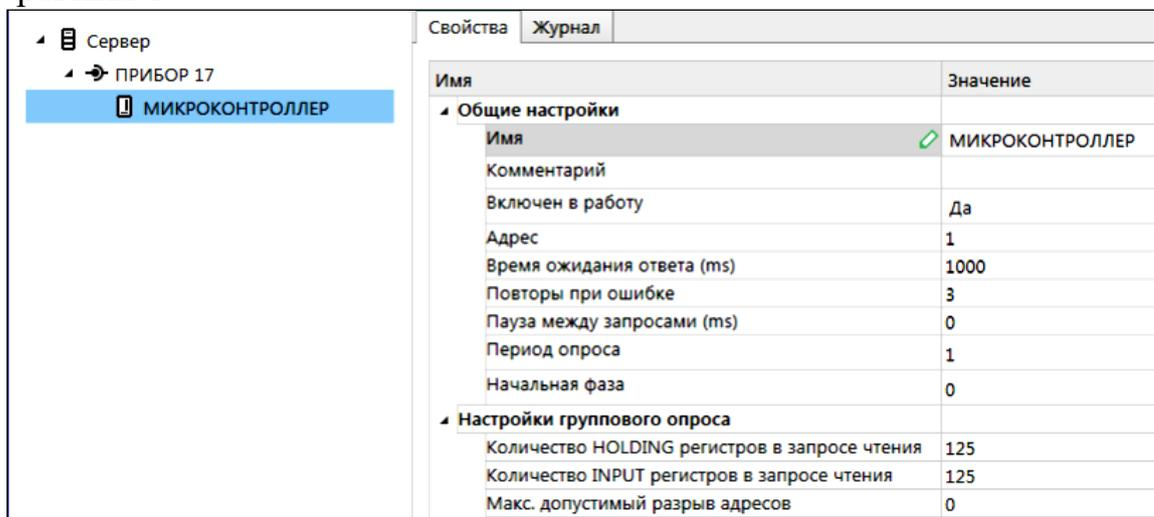

Рисунок 2. Пример настройки свойств микроконтроллера
- С помощью верхнего меню, или контекстного меню, добавить устройство и при желании дать ему свое имя (рис.2). Первое устройство узла имеет адрес равный 1.